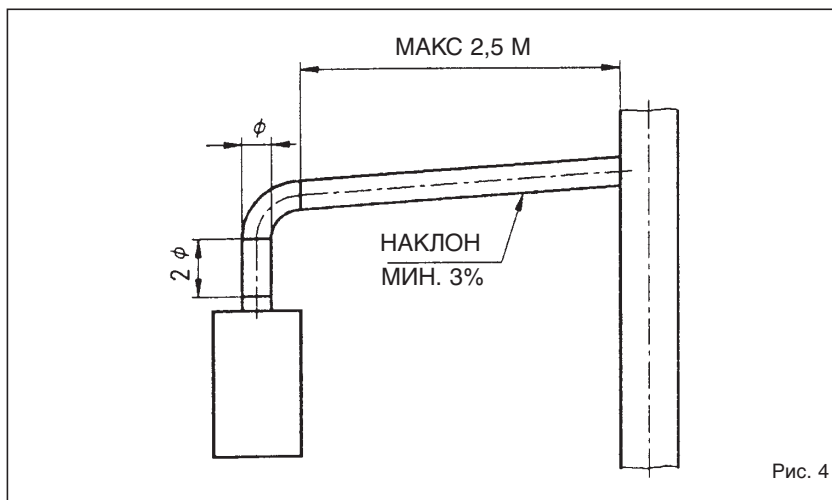

Рис. 4
2.3.1 Подсоединение дымовой трубы (Рис. 4)
На рис.4 изображено подсоединение котлоагрегата к дымовой трубе или дымоходу при помощи дымовых каналов в соответствии с предписаниями норматива UNI 7129/92 для аппаратов с номинальным расходом тепла не более 35 кВт.